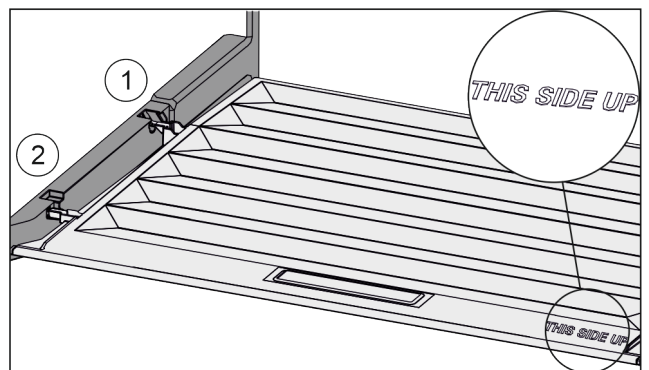

Fig. 108
- ▶ Introduzca los nervios de la tapa por la abertura del soporte trasero *Fig. 108 (1)* y encájelos por delante en el soporte *Fig. 108 (2)*.